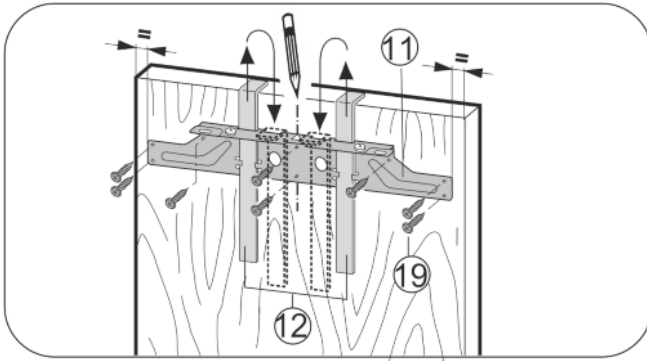

Fig. 26
- ▶ Bevestigingsdwarsstrip Fig. 26 (11) met de montagehulpstukken Fig. 26 (12) aan de binnenkant van de kastdeur hangen.
- ▶ Bevestigingstraverse Fig. 26 (11) op het midden van de deur uitlijnen.
- ▶ De bevestigingsdwarsstrip Fig. 26 (11) met minstens 6 schroeven Fig. 26 (19) vastdraaien.
- ▶ De bevestigingsdwarsstrip Fig. 26 (11) met 4 schroeven Fig. 26 (19) aan de rand vastschroeven.
- ▶ Trek de montagehulpstukken Fig. 26 (12) naar boven eruit en schuif ze gedraaid in de ernaast gelegen opnameopeningen.